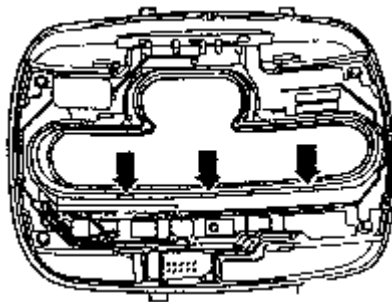

图 8-16 拆下印刷电路板
- ④用小的螺丝刀小心地把印刷电路板从固定卡上脱开，如图 8-16 所示。
- ①把集成 Tiptronic 开关的印刷电路板放到换档机构盖板内。
- ②小心压印刷电路板，使之卡住。如图 8-16 所示，三个固定卡（箭头）必须通过印刷电路板卡上。
- ③把盖板插到鱼鳞板导向槽内，用固定卡卡住。
- ④装上变速杆把手。再装上副仪表板和加长部分。